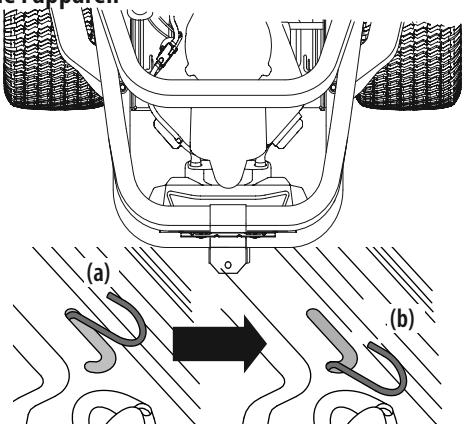

Figure 1
- Pour engager la tige de dérivation, tirez sur la tige (a) et placez-la dans la fente en J. Répétez l'opération pour l'autre côté. Voir Figure 1.